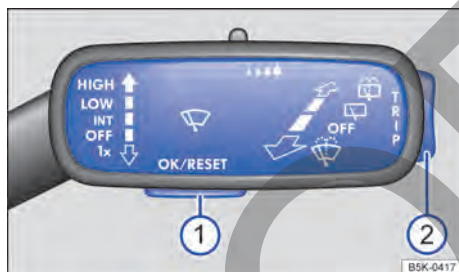

Fig. 24 En el lado derecho de la columna de dirección: teclas de la palanca del limpiacristales (representación esquemática).
Mientras haya una advertencia con prioridad 1, no se podrá acceder a ningún menú. Algunas advertencias se pueden confirmar y ocultar con la tecla → **fig. 24 ①**.
- Si se muestra un mensaje o el pictograma de un vehículo, pulse la tecla → **fig. 24 ①**; si es necesario, varias veces.
- Para visualizar los menús → pág. 34 o para volver a la selección de menús desde un menú o una indicación informativa, mantenga presionada la tecla basculante → **fig. 24 ②**.
- Para abrir el menú o la indicación informativa que se muestre, pulse la tecla → **fig. 24 ①** o espere unos segundos hasta que el menú o la indicación informativa se abra automáticamente.
- En el menú visualizado, pulse la parte superior o inferior de la tecla basculante → **fig. 24 ②** hasta que se marque la opción de menú deseada. La opción aparece enmarcada.
- Pulse la tecla → **fig. 24 ①** para realizar las modificaciones deseadas. Una marca indica que la función o el sistema en cuestión están activados.